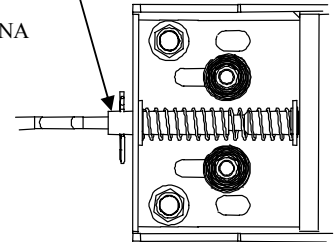

Figura 2
- Instale los pernos en U desde el interior de la base (ver figura 2).